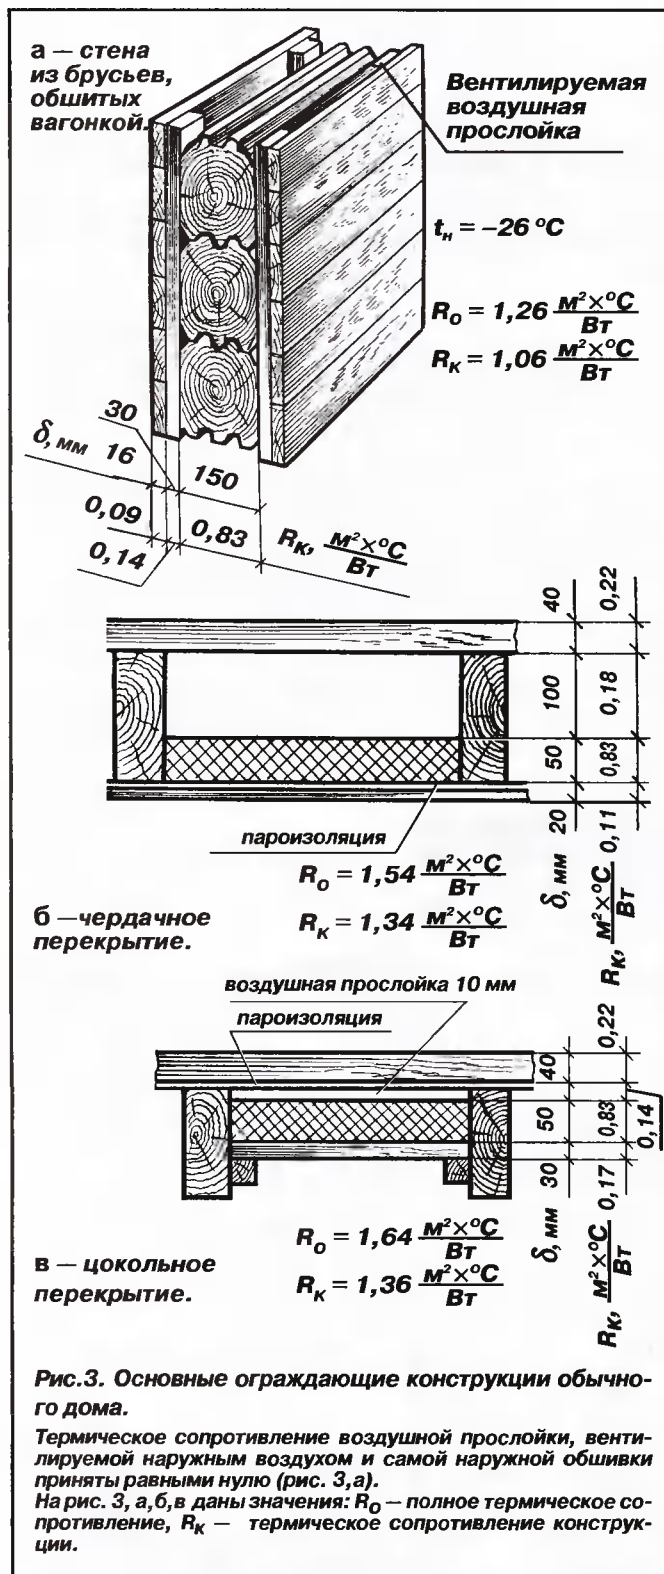
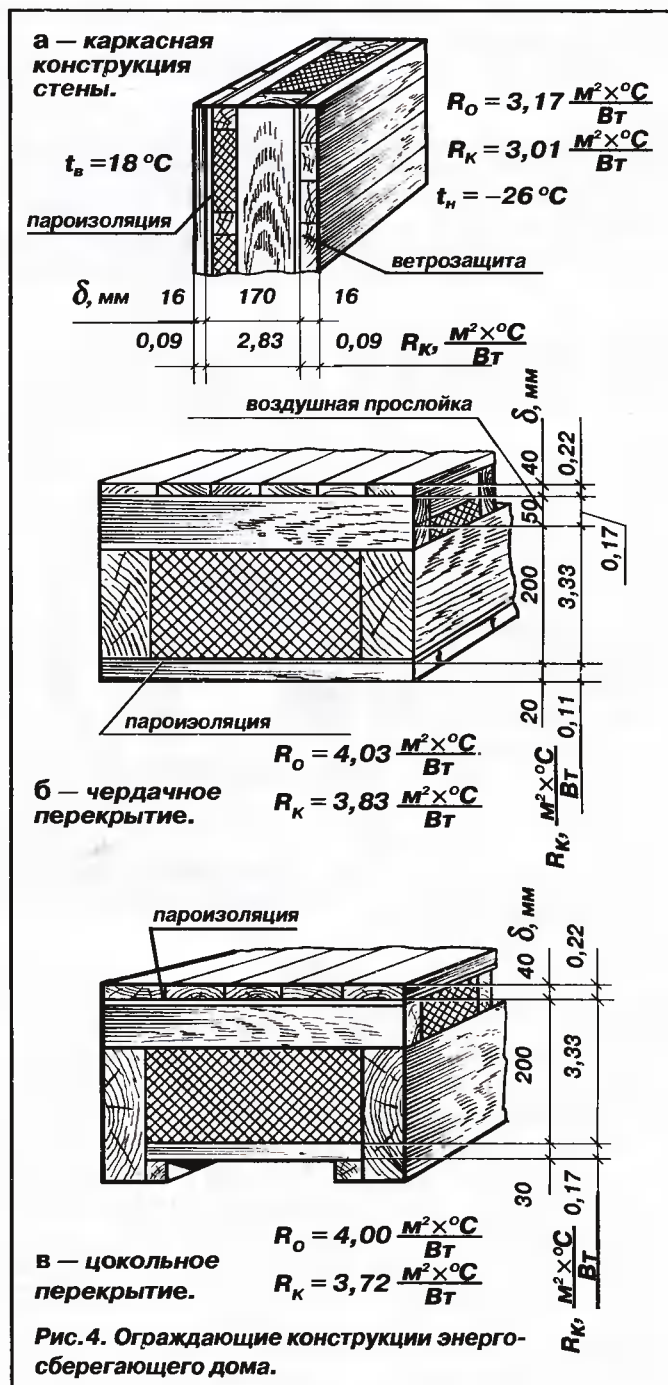

Рис.3. Основные ограждающие конструкции обычного дома.
Рис.4. Ограждающие конструкции энерго-сберегающего дома.
Вариант 1. Наиболее распространенная конструкция (рис. 3,а,б,в): стены из брусьев сечением 150х150 мм, обшитые с двух сторон вагонкой; перекрытия утеплены минватой толщиной 50 мм (например, типа "ISOVER").
Вариант 2. Энергосберегающий дом (рис. 4,а,б,в). Его перекрытия имеют слой утеплителя (минваты) толщиной, большей, чем высота балок, поэтому на балках расположены лаги.
Термическое сопротивление ограждающих конструкций, показанных на рис. 4, отвечает требованиям СНиП по условию энергосбережения (наиболее высокие требования).
Термическое сопротивление воздушной прослойки, вентилируемой наружным воздухом и самой наружной обшивки приняты равными нулю (рис. 3, а).
На рис. 3, а, б, в даны значения: R_o — полное термическое сопротивление, R_k — термическое сопротивление конструкции.
Рассчитав теплопотери для всех ограждающих конструкций обоих вариантов дома (рис. 3 и 4), получим следующие результаты.
1. Затраты на дополнительное утепление не пропали даром. В самых суровых зимних условиях энергосберегающий дом (рис. 4) будет терять всего 2 кВт тепловой мощности, а обычный дачный дом (рис. 3) таких же размеров и расположенный на участке таким же образом — 4,2 кВт, то есть больше, чем в 2 раза. Во столько же раз больше он будет потреблять энергии (а хозяева — тратить денег) для поддержания постоянной температуры внутри (при отсутствии щелей и